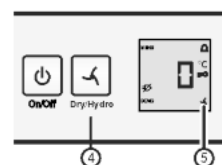

Fig. 3
► Установка настройки «**hydro**»: Нажимать кнопку «dry/hydro» Fig. 3 (4), пока не появится символ . Отпустите кнопку.
▷ Загорится символ dry/hydro Fig. 3 (5).
► Установка настройки «**dry**»: Нажимать кнопку «dry/hydro» Fig. 3 (4), пока символ  не погаснет. Отпустите кнопку.